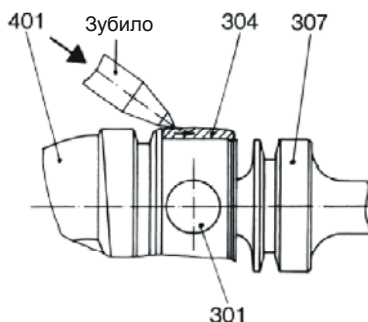

Рис. 3: Снятие обоймы шарнира
- Манжету шарнира (308) приподнять отверткой и стянуть в осевом направлении в сторону карданного вала (307).
- Сдвинуть обойму шарнира (304) через запялик карданного вала (307). При этом карданный вал (307) не отклонять от прямого положения (см. рис. 3).